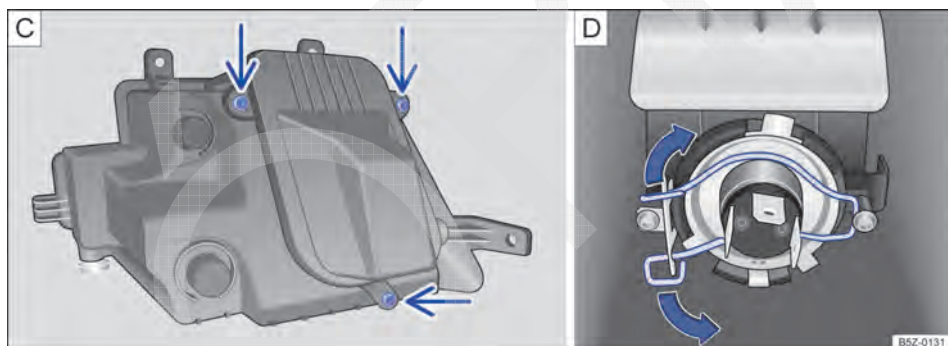

Fig. 138 No para-choque dianteiro: Ⓒ retirar os parafusos da cobertura da lâmpada e Ⓓ lâmpada do farol de neblina.
5. Retirar os parafusos indicados pelas setas → Fig. 138 C, para acessar a lâmpada do farol de neblina.
7. Comprimir a mola de travamento no sentido da seta e deslocá-la para destravar a lâmpada → Fig. 138 D.